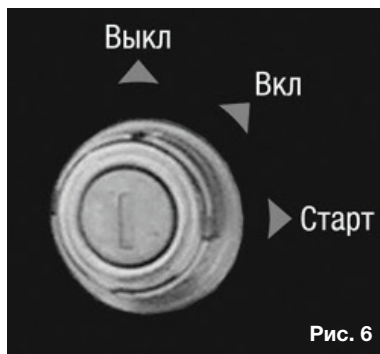

Рис. 6
5. Переведите ключ зажигания в положение «Выкл», рис. 6.